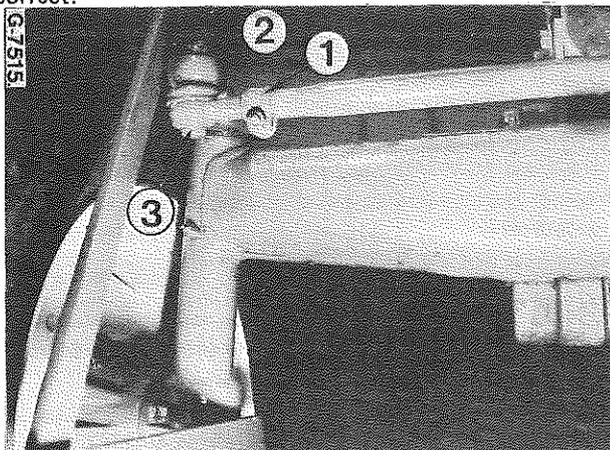

Figure 101
Desserrez le collier (1) Fig. 101 et/ou 102. Otez l'écrou crénelé (2) et suivant le cas, vissez ou dévissez la rotule (3) sur la barre d'accouplement, pour obtenir le pincement correct.